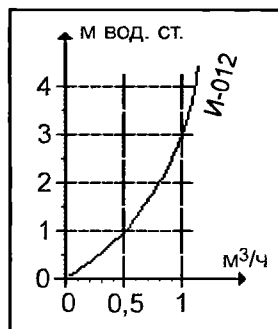

Рис. 94.7.
В вашем распоряжении имеется график (см. рис. 94.7), который дает зависимость потерь давления в испарителе вашей модели (И-012) от расхода воды через него.
* Такое утверждение справедливо только при одном значении расхода воды, то есть в данном случае при расходе, равном $0,8 \text{ м}^3/\text{ч}$. При других значениях расхода потери давления в трубопроводах, так же, как и в других элементах контура (клапан, фильтр, батарея и т. д.) будут другими. Поэтому, строго говоря, график, аналогичный рис. 94.7, нужно иметь для каждого элемента контура. Только при этом условии вы сможете правильно определить полные потери давления (гидравлическое сопротивление) всего контура (прим. ред.).